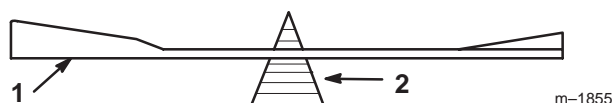
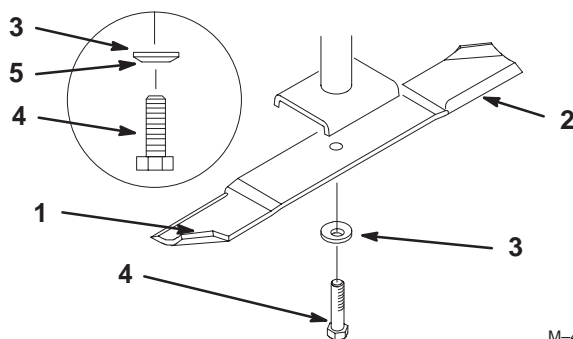

Figure 33
Figure 34
1. Tenez la lame à son extrémité avec un chiffon ou un gant épais. Retirez le boulon, la rondelle élastique et la lame de l'axe de la lame (Fig. 34).
2. Vérifiez l'équilibre de la lame en la plaçant sur un équilibreur (Fig. 33). Si la lame reste horizontale, elle est équilibrée et peut être utilisée. Si la lame est déséquilibrée, limez un peu l'extrémité de la partie incurvée seulement (Fig. 34). Répétez la procédure jusqu'à ce que la lame soit équilibrée.
1. Placez la lame sur l'axe (Fig. 34).
2. Installez la rondelle élastique et le boulon de la lame (Fig. 34). **Serrez le boulon à 115–150 Nm.**